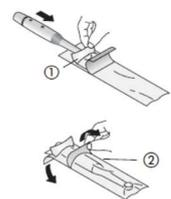

図 4
- (2) ハンドピース本体の電源を入れ、先端をアルコールで拭き使い捨て保護カバーを被せて (図 4)、ハンドピース本体の先端を口の内側に触れないように、患者の口腔内に挿入する。
- (3) 見たい部位にハンドピース本体のレンズ窓を向けて、ライブビデオ画像をキャプチャーウィンドウのプレビュー画面上に表示させる。
- (4) ハンドピース本体のシャッターリリースボタンで画像の焦点を調節し、静止画像を取り込む。
- (5) (2)～(4)を繰り返して複数の静止画像を得る。